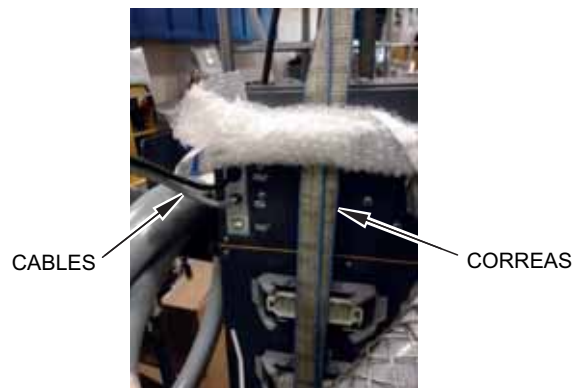

Figura 1-3 Verificación de los cables
- b.** Asegúrese de que las correas no pellizquen ni aplasten los cables conectados al controlador. Consulte la Figura 1-3.